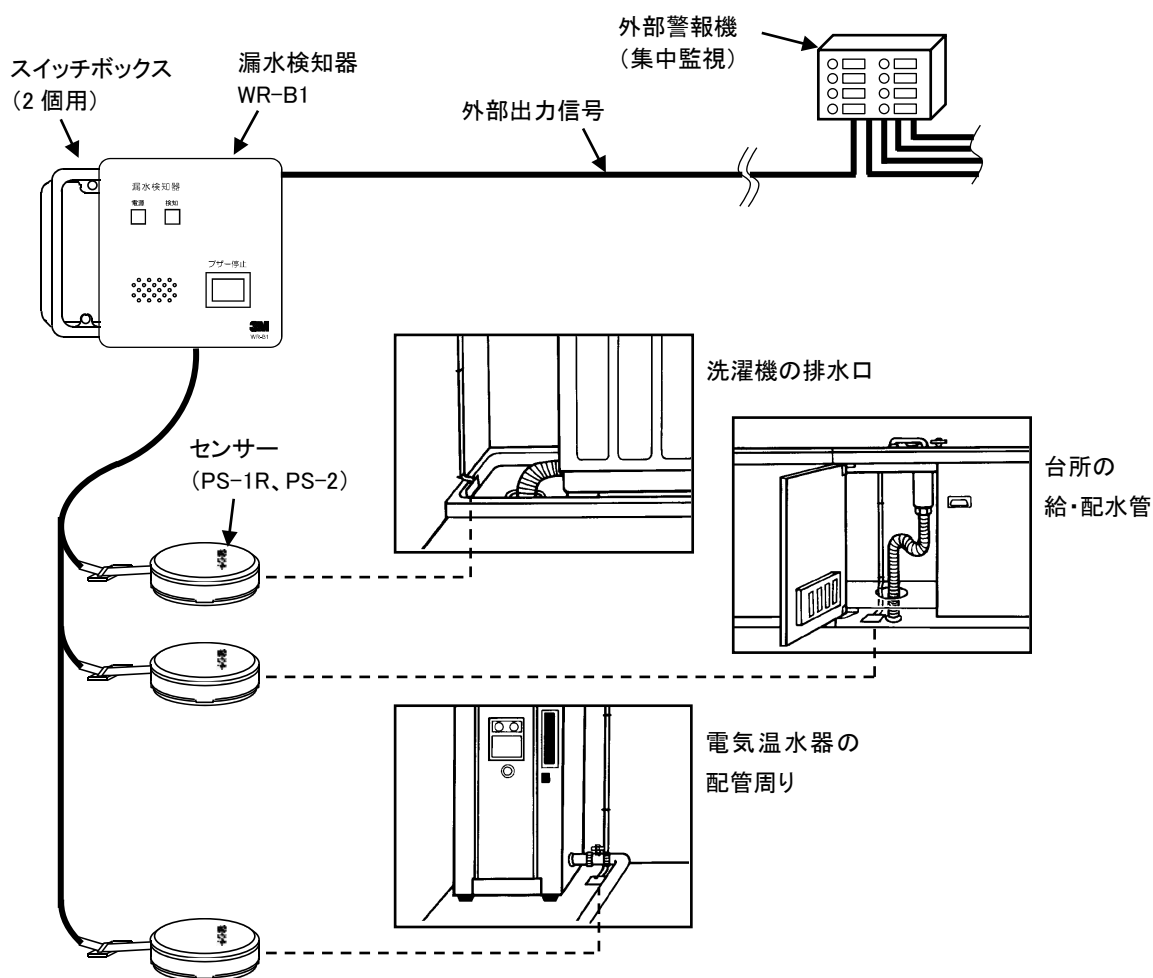

図 31 複数箇所検知(集中監視)
なお、センサーを1検知回路あたり、2個以上設置する場合は、4.1)④c) 項記載の内容に従い、図31のように並列接続します。